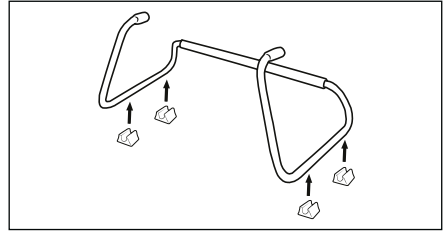

Fig. 1
- ◆ Fije las cuatro patas ❷ en el soporte ❶ (consulte la fig. 1).